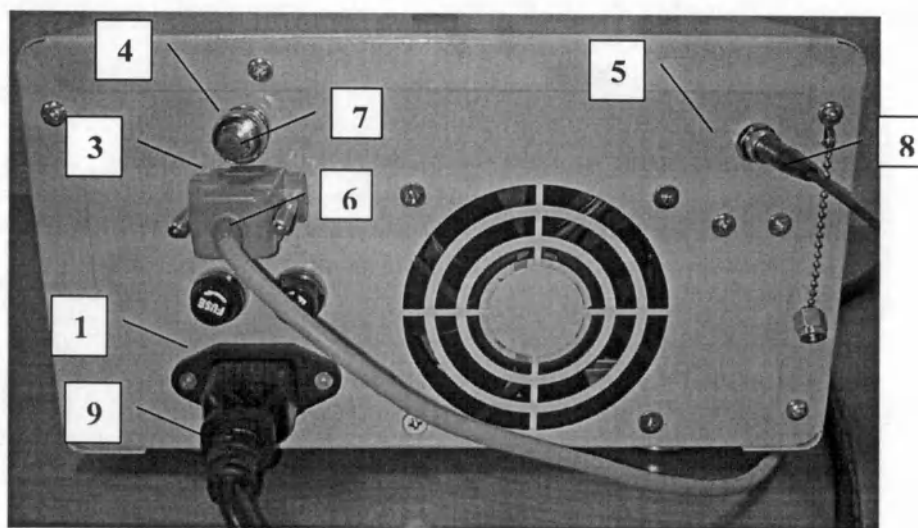

Рисунок 12. Задняя панель аппарата с подключенными к аппарату: шнуром питания, кабелем педали управления, инструментом волоконным.
3.2.6 Подключить разъем (6) кабеля педали управления к разъему ПЕДАЛЬ (3), находящемуся на задней панели корпуса аппарата (Рисунок 12).